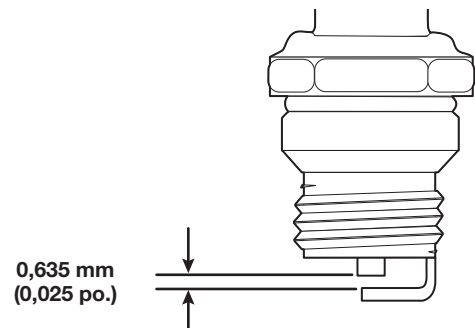

Fig. 35
6. Utilisez une jauge d'épaisseur pour régler l'écartement à **0,635 mm (0,025 po.)** (Fig. 35).